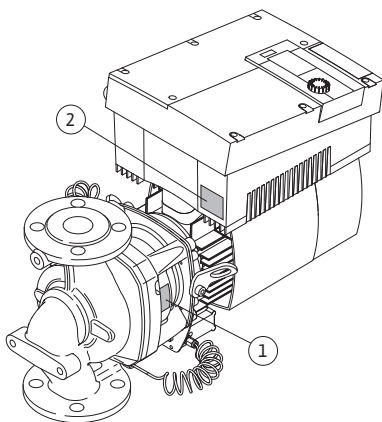

Fig. 11: Διάταξη των πινακίδων στοιχείων:
- Η πινακίδα στοιχείων αντλίας (Fig. 11, θέση 1) περιέχει το σειριακό αριθμό (Σειρ. Αρ..../...), που χρειάζεται π. χ. για τις παραγγελίες ανταλλακτικών.
- Η πινακίδα στοιχείων της ηλεκτρονικής μονάδας (ηλεκτρονική μονάδα = μετατροπέας ή αντίστοιχα μετατροπέας συχνότητας) (Fig. 11, θέση 2) περιέχει την ονομασία της εγκατεστημένης ηλεκτρονικής μονάδας.